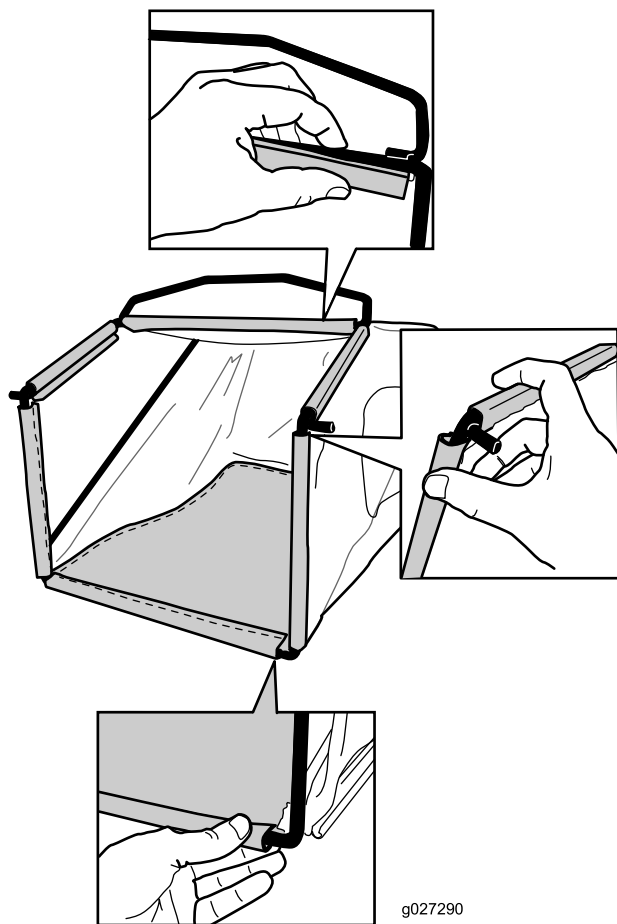

Figura 9
2. Enganche el canal inferior de la bolsa en la parte inferior del bastidor (Figura 9).
3. Enganche los canales superior y laterales de la bolsa en la parte superior y en los laterales del bastidor, respectivamente (Figura 9).